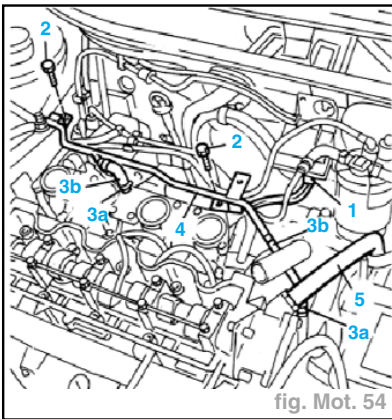

fig. Mot. 54
- Débrancher la fiche électrique (1) des bougies de préchauffage de la centrale correspondante (fig. Mot. 54).